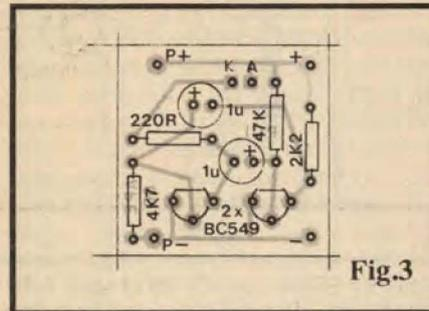

Fig.3
- **FIG. 3 - "CHAPEADO" DA MONTAGEM** - A colocação dos componentes sobre a placa (lado não cobreado, visto no diagrama...), como sempre ocorre nas descrições de montagens publicadas em APE é muito fácil, usando-se como "guia" o "chapeado" (também em tamanho natural), no qual as peças todas encontram-se devidamente codificadas pelos seus "nomes", valores, polaridades e todas as essenciais informações visuais, numa estilização "entendível" mesmo pelo mais "calouro" dos Leitores/Hobbystas... Os pontos que requerem um pouco mais de cuidado e atenção residem na acomodação dos componentes **polarizados**, que *não podem* ser invertidos na placa... Destacamos os transístores, ambos com seus lados "chatos" voltados para a região central da plaquinha, e os dois capacitores eletrolíticos, com suas polaridades de terminais claramente demarcadas (lembramos que essa indicação costuma estar presente nas próprias laterais dos "corpos" do ditos componentes, além de "perna" *mais comprida* normalmente corresponder ao terminal **positivo**...). Quanto aos resistores, é só prestar atenção aos seus **valores**, em função dos lugares que ocupam na placa... Em dúvida, consultar o **TABELÃO APE** (encartado em **todo** exemplar de APE, junto às já mencionadas **INSTRUÇÕES GERAIS**...), se por acaso o famigerado **CÓDIGO DE CORES** ainda for "grego" para o caro Leitor/Hobbysta... Notar a presença de várias ilhas/furos em posição "periférica" (junto às bordas da plaquinha...), destinadas às conexões externas (a serem detalhadas na próxima figura...). Através de tais pontos, todos devidamente codificados para evitar confusões e inversões, serão ligadas a alimentação, as Pontas de Prova e o LED indicador...